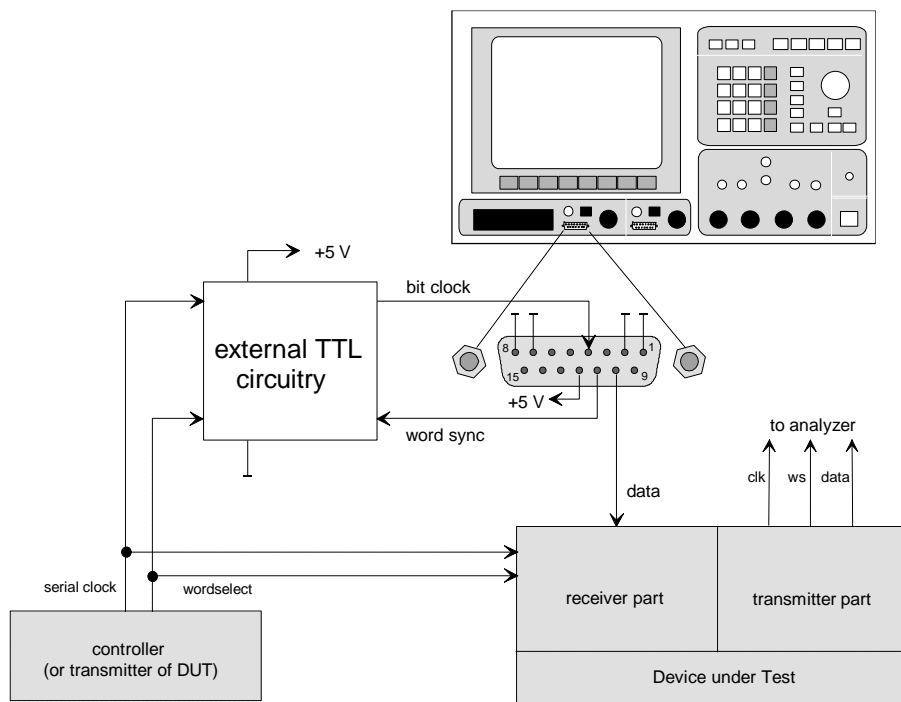

Bild 7: Der Generator des UPD-Analysators arbeitet als Slave
Diese Anwendung ist nicht allzu häufig anzutreffen, denkbar wäre die Messung an einem D/A-Wandler, wobei Takt und Wordselect vom Prüfling selbst erzeugt werden, sodaß der Testgenerator hierauf synchronisiert werden muß. Die Taktsignale könnten auch - wie in der Abbildung 7 gezeigt - von einer Controller-Schaltung stammen.
Auch diese Betriebsart des Audio Analyzers UPD ist möglich, allerdings muß der Datengenerator über eine kleine Zusatzbeschaltung synchronisiert werden. Der Prüfling bzw. der Meßaufbau muß hierzu den Systemtakt (bit clock) sowie den Worttakt (word clock) liefern, der UPD erzeugt lediglich den Dateninhalt. Abbildung 7 verdeutlicht den Aufbau der Applikation. Die externe Beschaltung erzeugt aus den beiden Eingangssignalen das Taktsignal für den UPD. Mit diesem Taktsignal gibt der UPD Daten-Bits aus, die Anzahl der Bits pro Datenwort wird im Generator-Panel festgelegt. Das vom UPD erzeugte Wordsync-Signal wird zur Synchronisierung mit dem externen word clock zur Zusatzschaltung zurückgeführt.
Für den Aufbau der Schaltung können beliebige 5V-TTL-Logikbauelemente verwendet werden. Im gezeichneten Beispiel kommen ein Zweifach-D-Flipflop 74HCT74, ein Vierfach-XOR-Gatter 74HCT86 sowie ein Vierfach-NOR-Gatter 74HCT02 zum Einsatz. Die Stromversorgung dieser Zusatzlogik geschieht über den UPD; an dessen serieller Ausgangsbuchse ist hierzu an Pin 12 eine 5V-Leitung herausgeführt, an der bis zu 50 mA Strom entnommen werden können. Masse-Signal liegt an den Pins 1, 2, 7 und 8 (siehe auch Abbildung 7).
Das externe Wordclock-Signal wird im XOR-Gatter mit dem Wordselect-Signal aus dem UPD verglichen. Bei Gleichheit liegt der Ausgang des Gatters auf Low, der UPD bekommt über das NOR-Gatter ein Taktsignal wie zu Beginn im Diagramm Bild 7 dargestellt. Mit dem Umschalten des externen Wordclock-Signals wird mit der nächsten steigenden Flanke des externen Taktsignals an Leitung ① ein High-Signal an den Ausgang des Flipflops durchgeschaltet. Das folgende NOR-Gatter wird gesperrt, aufgrund des nun fehlenden Takt-Signals werden die Ausgangsleitungen des UPD nicht mehr verändert. Im gezeigten Beispiel bleibt der UPD mit der Ausgabe von Datenbit "7" stehen.
In Abbildung 7 ist auch die digitale Analyse der vom Prüfling kommenden Audio-Signale eingezeichnet. Die Beschaltung entspricht dem in Kapitel 7 beschriebenen Betriebsfall, der Analysator arbeitet als Slave und verwendet die seriellen Eingangsschnittstellen. Im eingangs beschriebenen Applikationsfall der Messung eines D/A-Wandlers würde die Analyse mit dem analogen Analysatorteil des UPD durchgeführt werden.